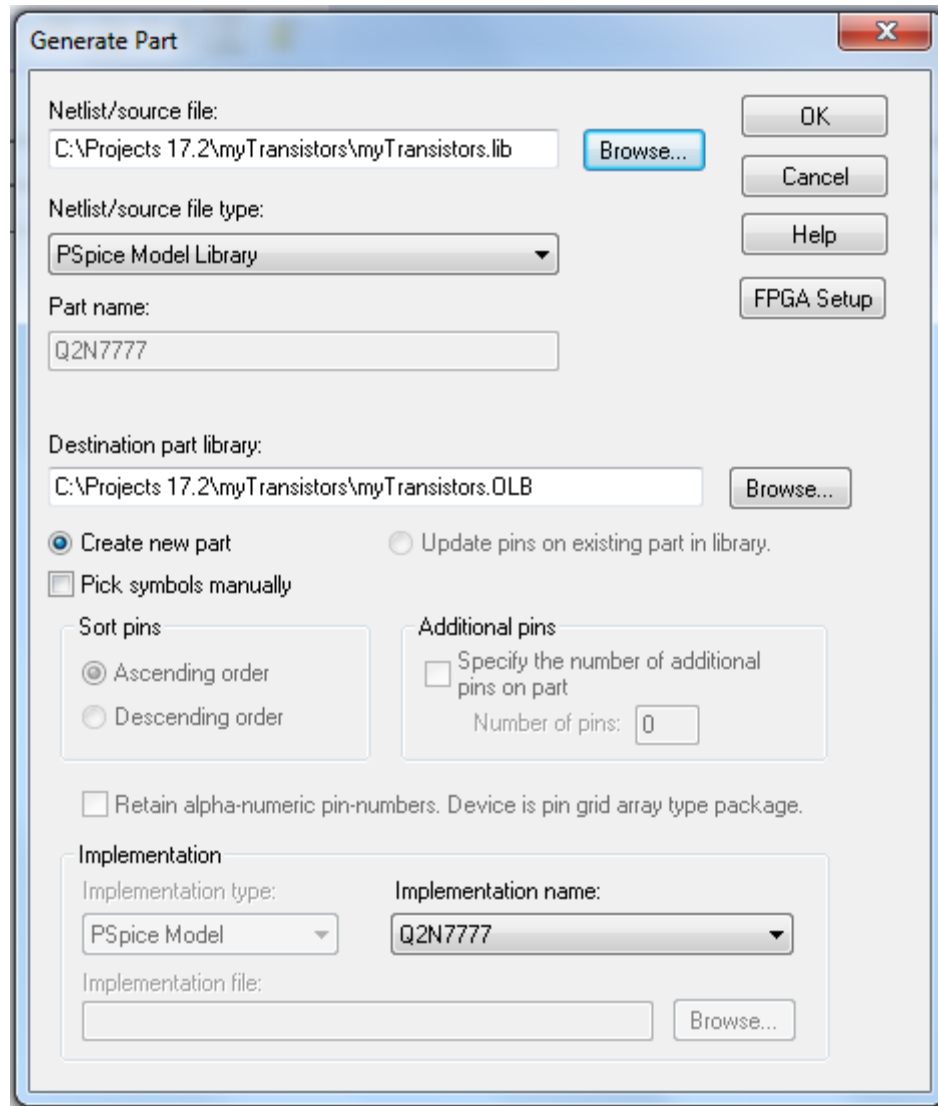

Рис. 15.8. Подключение библиотек для новой модели транзистора
7. В диспетчере проектов убедитесь, что файл myTransistors.dsn выделен и выберите Tools> GeneratePart. В окне GeneratePart (рисунок 15.8) выберите: